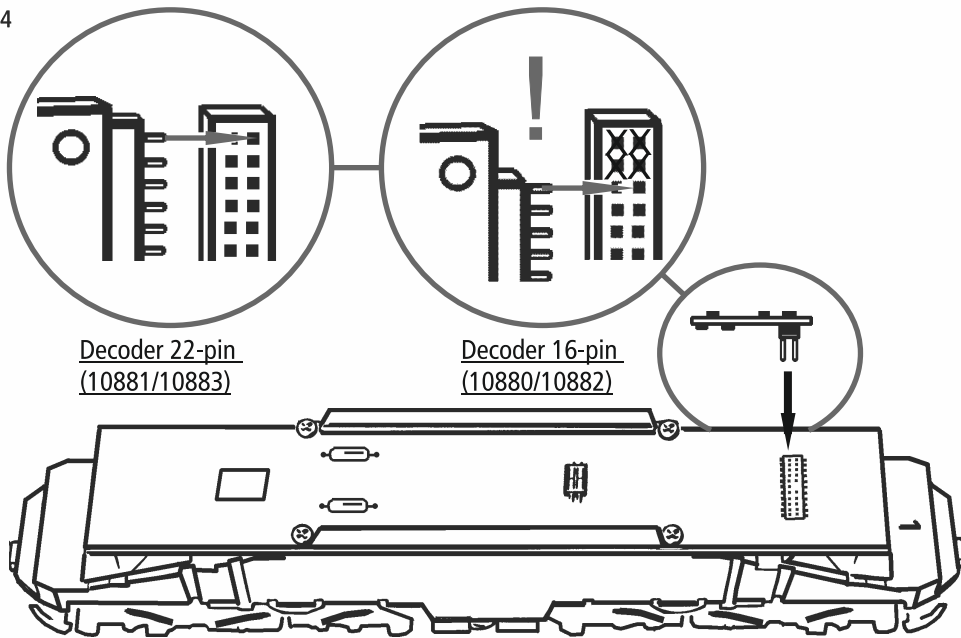

Fig. 5
4. Kohlebürstenwechsel: Lokgehäuse abnehmen (Fig. 3). Danach wird der **Motor ausgebaut** und die **Kohlebürsten ausgewechselt** (Fig. 5).
4. Remplacement des balais du moteur: Démontez la caisse (voir fig. 3.) Démontez ensuite le moteur et échangez les balais (fig. 5).
4. Carbon Brush Changing: First **remove** loco body (fig. 3), and then the **motor** (fig. 5).